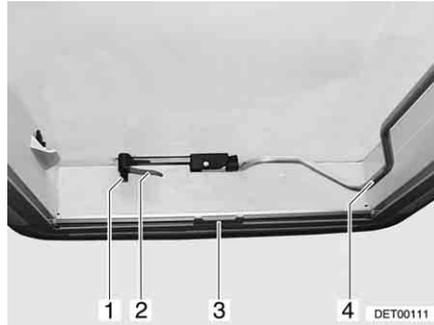
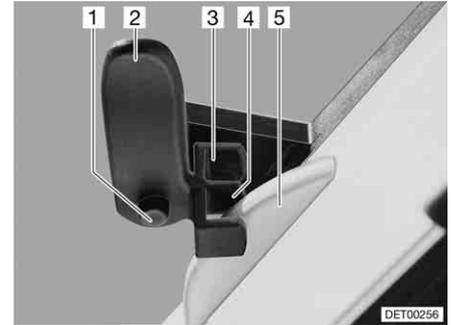

Fig. 57 Claraboya Heki, cerrada
Fig. 58 Claraboya Heki en posición de ventilación 1
- Pulsar el botón de seguridad (Fig. 57,1) y girar la palanca de bloqueo (Fig. 57,2) un cuarto de vuelta hacia dentro.
- Tirar hacia abajo de la horquilla (Fig. 57,4) para desbloquearla.
- Girar la palanca de bloqueo (Fig. 57,2 y Fig. 58,2) un cuarto de vuelta. El saliente del bloqueo del techo (Fig. 58,5) debe encajar en la horquilla de bloqueo superior (Fig. 58,3).
- Presionar el botón de seguridad (Fig. 58,1) y girar hacia atrás la palanca de bloqueo (Fig. 58,2). El saliente del bloqueo del techo (Fig. 58,5) debe encajar en la horquilla de bloqueo inferior (Fig. 58,4).